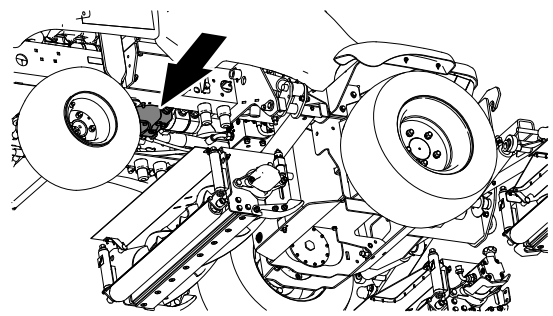

Bild 7
1. Entfernen Sie auf der rechten Seite der Traktionspumpe den Stecker aus dem T-Anschlussstück am Anschluss B der Traktionspumpe (**Bild 7** und **Bild 8**).